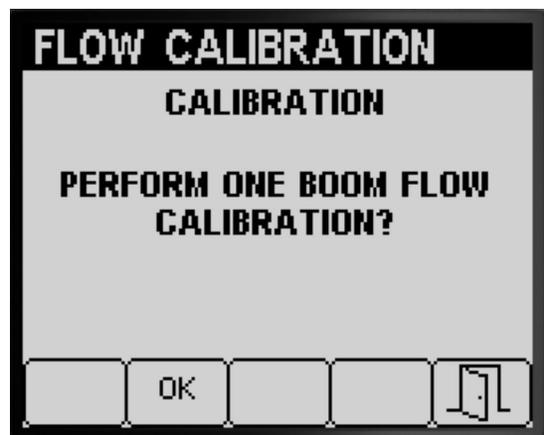

图 59
如果已经完成 3 打药机喷洒臂段校准和 2 打药机喷洒臂段校准 Infocenter 信息中心将提示执行 1 打药机喷洒臂段校准图 59 请执行以下操作中的一项目
- 如果不需要执行 1 打药机喷洒臂段校准请按 5 号按钮返回至 Calibrate 校准屏幕图 59。